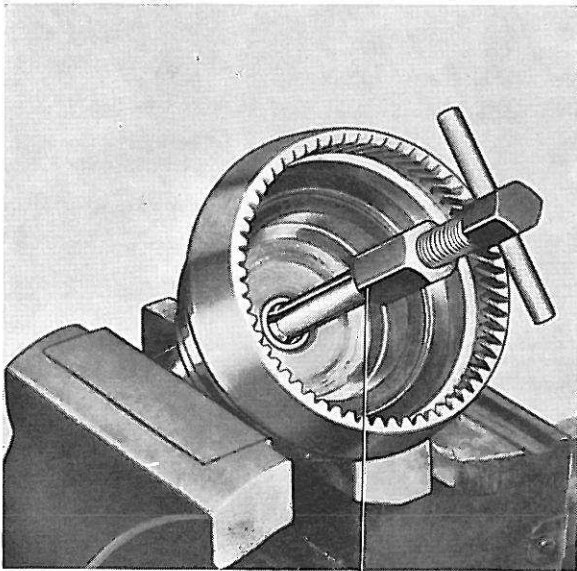

Figure 23. Démontage de la bague d'arbre de sortie
4. Enlever le jonc d'arrêt et le déflecteur d'huile qui maintiennent la roue libre sur l'arbre de sortie. Déposer les pièces de la roue libre. Enlever la rondelle de butée. Si nécessaire, extraire la bague de l'arbre de sortie en se servant de l'extracteur SVO 2423, voir figure 23.